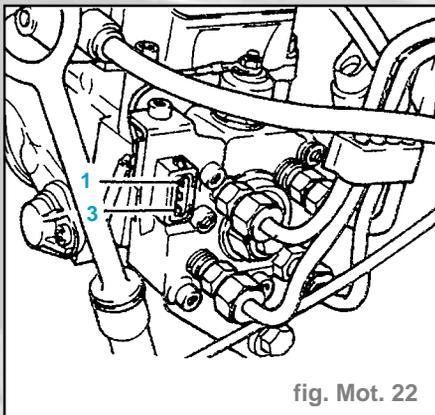

fig. Mot. 22
- Effectuer une mesure de la résistance avec le multimètre à main **V.A.G 1526** entre les contacts **2** et **3** (fig. Mot. 22).